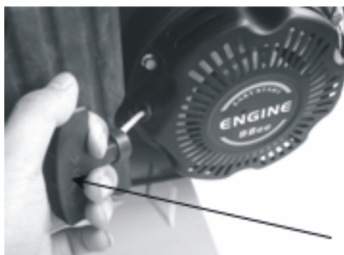

рис. 23
4. Слегка натяните шнур стартера до ощутимого возрастания сопротивления, затем резко потяните за рукоятку шнура (рис. 23). Не отпускайте рукоятку стартера, возвращайте ее в исходное положение плавно. Не вытягивайте шнур стартера на всю длину до упора, это может привести к поломке храповика и обрыву шнура. Повторяйте данную процедуру, пока двигателя не запустится;